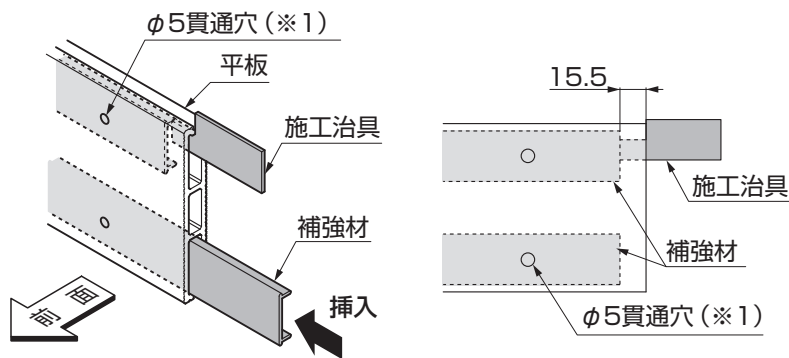

図4-11
- 平板15×100、15×150の場合、補強材には向きがあります。(図4-11参照)